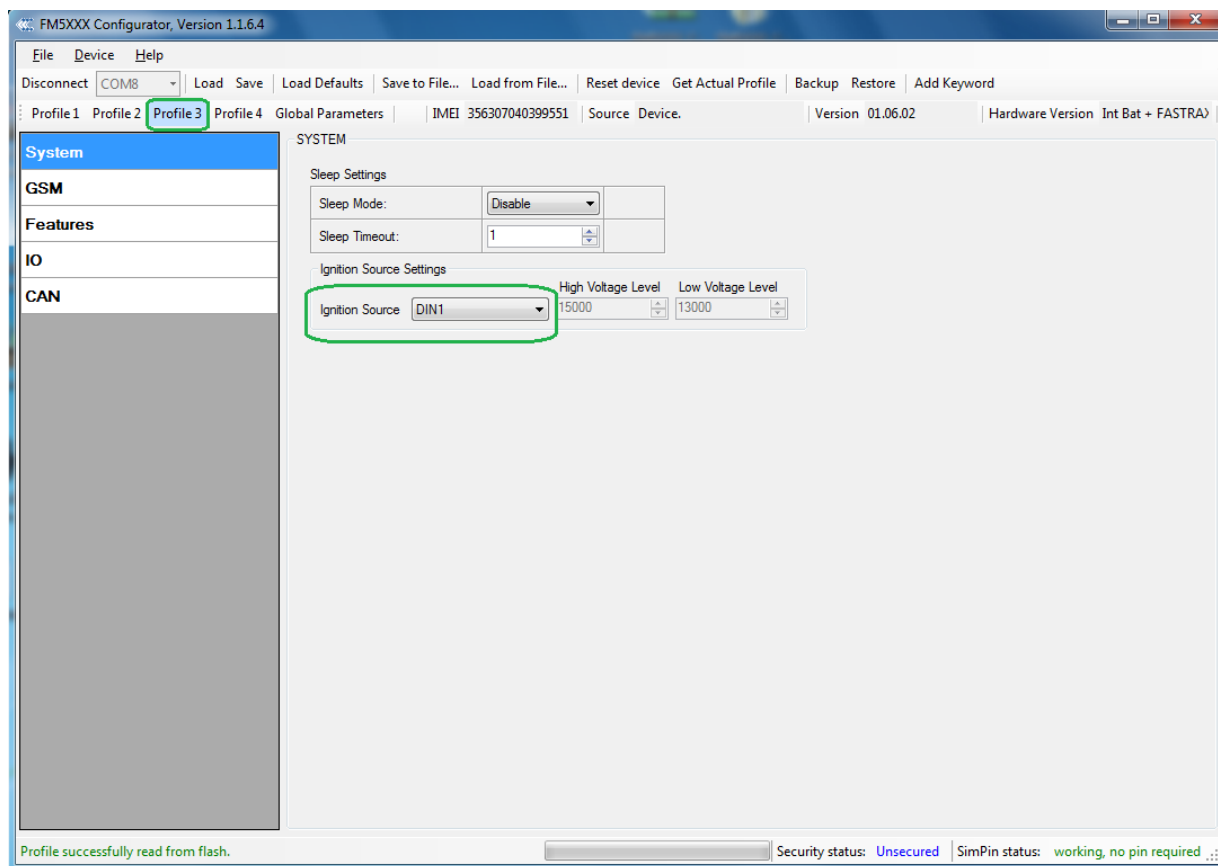

Рисунок 1
3.1.1. В терминале используются четыре настраиваемых профиля. Profile 3 является профилем по умолчанию. В связи с тем, что при определённых обстоятельствах может происходить переключение профилей, если не требуется такой алгоритм работы, то рекомендуется все профили настроить одинаково. Сигнал индикации включения зажигания подключить на вход DIN1 (контакт №15, жёлтый провод) и настроить (Рис. 1):